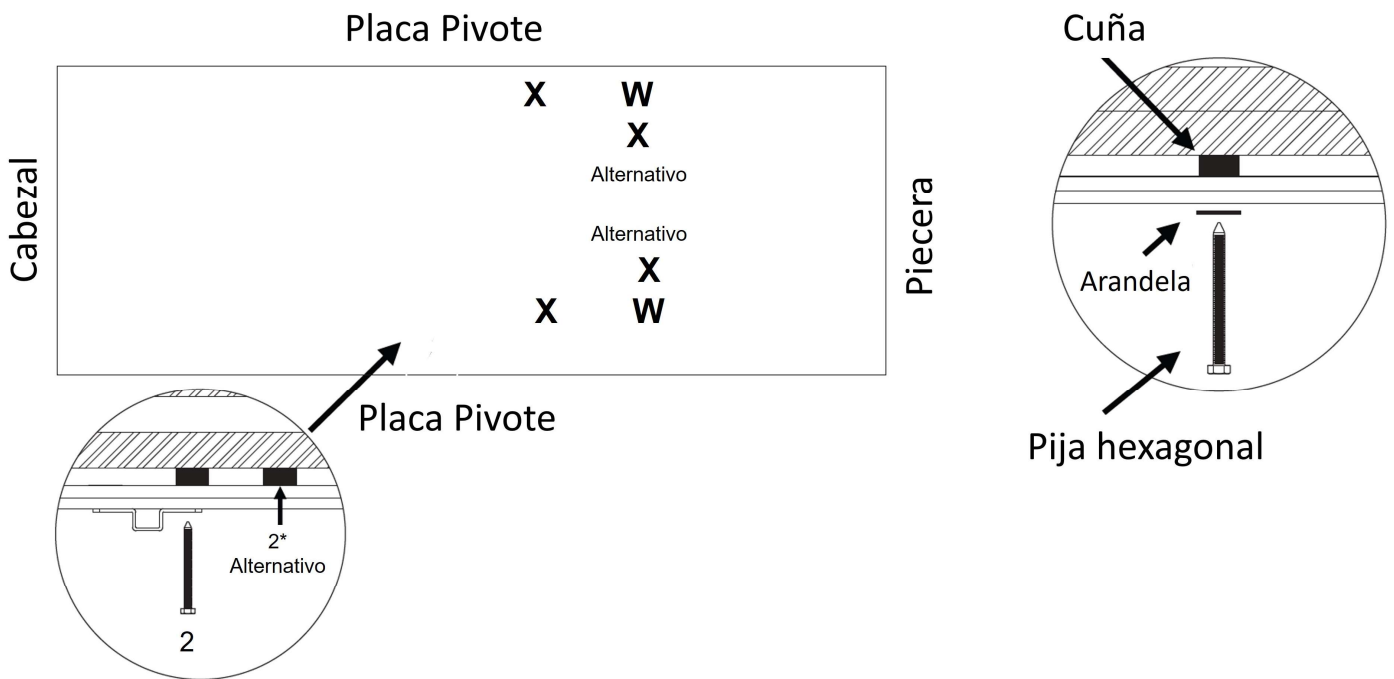

FIGURA 25 : ASEGURANDO MARCO LATERAL
U. Instalador #1 y #2: Coloque cuñas desde abajo y desde arriba en los 2 orificios restantes, 1 en cada riel lateral del marco de aluminio. (Ver **Figura 24**). Las cuñas deben proporcionar un soporte uniforme para que el marco de aluminio no se tuerza o pandee. Perfore orificios guía de 5/32" de diámetro por 3" de profundidad en las vigas del techo a través de los bujes plásticos en la posición 2. Instale las 2 pijas hexagonales para asegurar la escalera de ático (ver **Figura 25**).